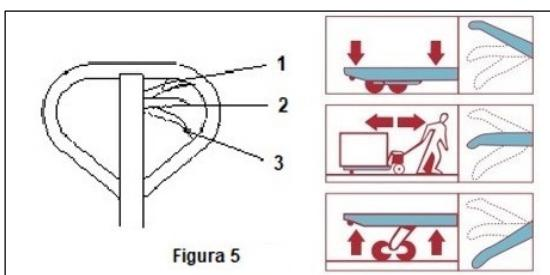

Figura 5
- Posizionare la leva di comando nella posizione (3) (Figura 5).
- Portando la leva di comando in posizione (1) (Figura 5), le forche del transpallet si abbassano.
- Portando la leva di comando in posizione neutra (2) (Figura 5) le forche non lavorano.
- Portando la leva di comando in posizione (3) (Figura 5) e pompando con la maniglia il corpo del transpallet si solleva.